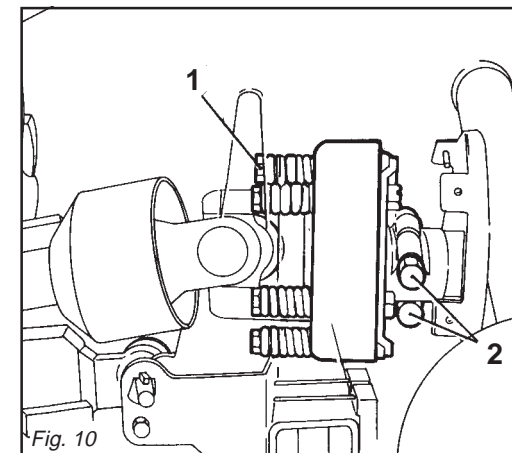

Fig. 10
La frizione è già pre-regolata per uno sforzo medio. Se slitta troppo facilmente (surriscaldandosi) è necessario avvitarlo uniformemente tutti i dadi (1 Fig. 10) che stringono le molle.
Se la frizione non slitta, svitare uniformemente tutti i dadi (1 Fig. 10) che fissano le molle. Svitare un giro alla volta e verificare la frizione dopo circa 300 metri di lavoro. Se necessario ripetere l'operazione, sempre svitando un giro alla volta. Se la frizione mantiene durante il lavoro una temperatura di circa 40-50 gradi circa significa che è regolata in modo corretto. **Non serrare mai a fondo i dadi, poiché in tal modo si elimina la funzione delle molle e dunque della frizione a danno degli organi di trasmissione.**
*The clutch is already pre-adjusted for average stress. If it slips too easily (and overheats), it will be necessary to evenly tighten all the nuts (1 Fig. 10) that retain the springs.*
*If the clutch does not slip, evenly unscrew all the spring fixing nuts (1 Fig. 10). Unscrew one turn at a time and check the clutch after having worked about 300 meters. Repeat the operation if necessary, remembering to unscrew one turn at a time. If the clutch maintains a temperature of about 40-50 degrees during work, this means that it has been correctly regulated. **Never fully torque the nuts since this would void the function of the springs and, subsequently, of the clutch, thus damaging the transmission components.***
Die Gelenkwelle kann mit einer Sicherheitskupplung ausgerüstet werden, um die Getriebeteile des Gerätes vor Überlastungen und/oder Beanspruchungen zu schützen. Die Gelenkwelle darf keine Neigung über 10 Grad aufweisen (Abb. 3). Die Kupplung ist auf eine mittlere Beanspruchung voreingestellt. Wenn die Kupplung zu schnell schlupft (Überhitzung), muß man alle Muttern (1 Abb. 10), die die Federn spannen, noch weiter anziehen.
Wenn die Kupplung nicht schlupft, alle Muttern (1 Abb. 10), die die Federn spannen, gleichmäßig lockern. Alle Muttern um eine Umdrehung losschrauben und die Kupplung nach 300 Metern Fahrstrecke prüfen. Den Vorgang falls erforderlich wiederholen, jeweils eine Umdrehung pro Versuch. Wenn die Kupplung während der Arbeit eine Temperatur von circa 40-50°C beibehält, ist sie richtig eingestellt. **Die Muttern nie ganz festziehen, weil dabei die Wirkung die Federn und damit der Kupplung aufgehoben würde, was sich schädlich auf die Getriebeteile auswirken würde.**
*L'arbre à cardans peut être équipé d'embrayage de sécurité pour protéger les organes de transmission de la machine en cas d'efforts ou de surcharges excessives. L'inclinaison du cardan de doit pas dépasser 10 degrés (Fig. 3). L'embrayage est déjà réglé pour un effort moyen. Lorsqu'il patine facilement (en se surchauffant) il faut visser de manière uniforme tous les écrous (1 Fig. 10) de serrage des ressorts.*
*Si l'embrayage ne patine pas, dévissez de manière uniforme tous les écrous (1 Fig. 10) de fixation des ressorts. Dévissez d'un tour à la fois et vérifiez l'embrayage après environ 300 mètres de travail. Si nécessaire, répétez l'opération en dévissant toujours d'un tour à la fois. Quand l'embrayage maintient une température d'environ 40-50 degrés pendant le travail, cela signifie qu'il est réglé correctement. **Ne serrez jamais à fond les écrous car cela annule la fonction des ressorts et donc de l'embrayage au détriment des organes de transmission.***
El embrague está ya pre-regulado para un esfuerzo medio. Si patina muy fácilmente (recalentándose) es necesario ajustar uniformemente todas las tuercas (1 Fig. 10) que apretan en el resorte.
Si el embrague no patina, aflojar uniformemente todas las tuercas (1 Fig. 10) que fijan el resorte. Aflojar una vuelta a la vez y controlar el embrague luego de 300 metros de trabajo. Si es necesario repetir la operación siempre aflojando un giro a la vez. Si el embrague mantiene durante el trabajo una temperatura de 40-50 grados significa que está regulado en modo correcto. **No ajustar jamás a fondo las tuercas, ya que así se inutiliza el resorte y la fricción dañando los órganos de transmisión.**